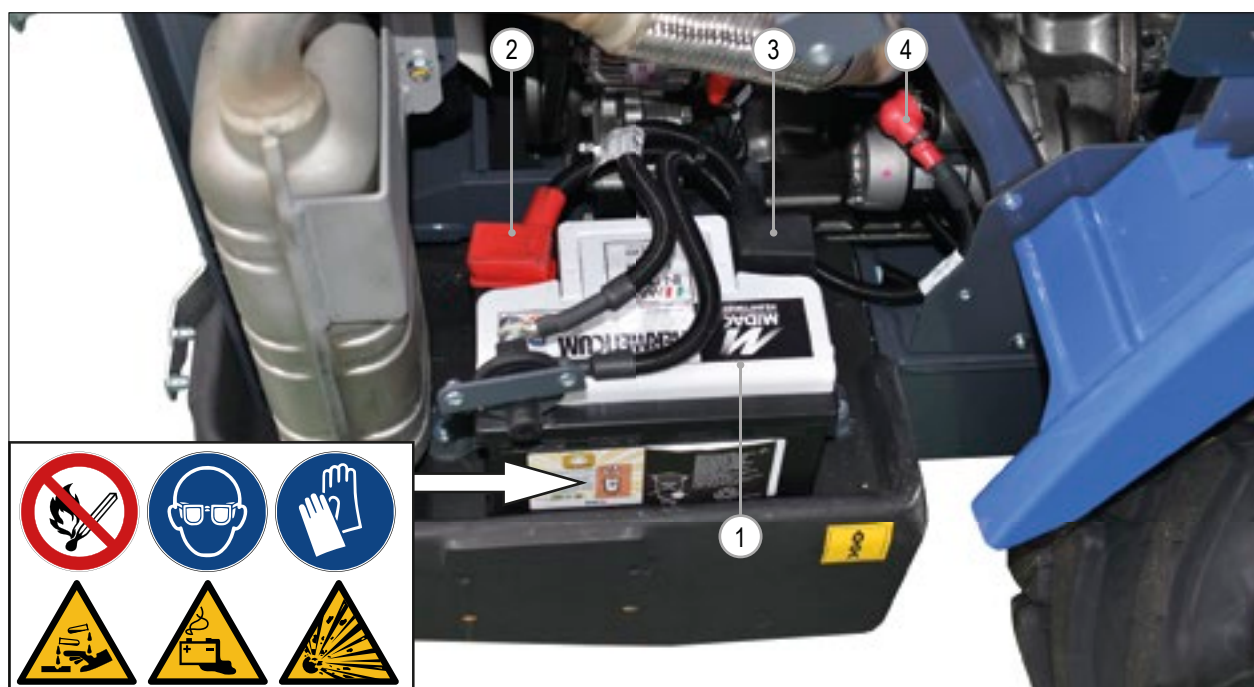

РИС. 42
- Аккумулятор (РИС. 42 – Сс. 1) не поврежден, утечки отсутствуют.
- Проверьте соединения силового кабеля (РИС. 42 – Сс. 2 - 3) на предмет следов утечек, коррозии или повреждений.